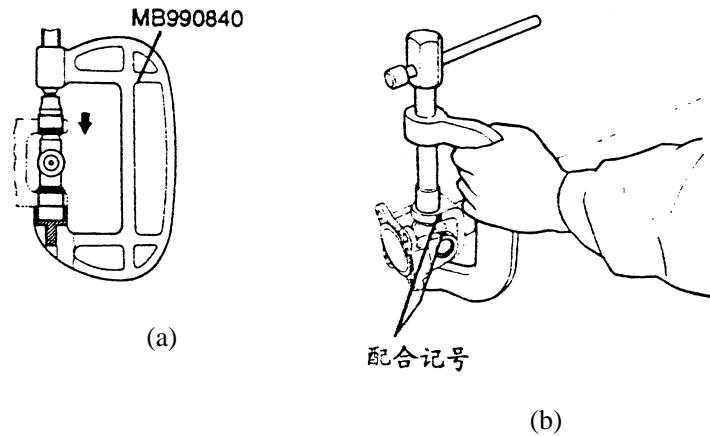

图 4-87 安装万向接头轴承
- (2) 如图 4-87 (a) 所示，用专用工具 MB990840 压住另一侧万向接头轴承，以便将
(3) 如图 4-87 (b) 所示，对正传动轴与椭形接头上的配合记号，然后将传动轴万向接头轴承按上述 (1) 及 (2) 的叙述方法装入。